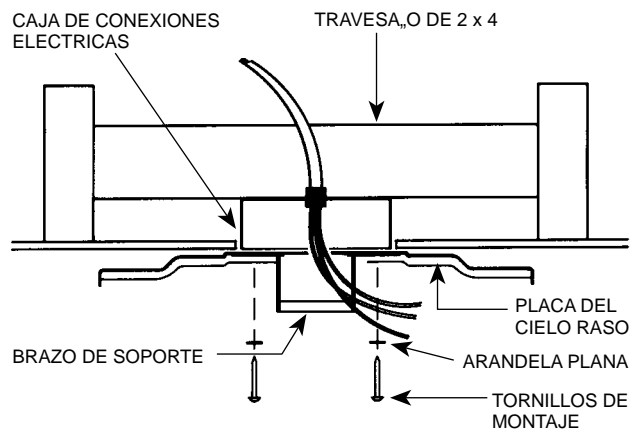

FIGURA 6
B. Pase los alambres a través de la abertura en la parte superior de la placa del cielo raso y a través del agujero en el lado del brazo de montaje. Vea la Figura 6.
Use las dos ranuras centrales para instalar la placa al travesaño de 2 x 4 que soporta la caja de conexiones. Use dos tornillos #10 para madera de 3" (7,5 cm) de largo y 2 arandelas planas para el montaje. Taladre 2 agujeros para los tornillos de montaje de 9/64" de diámetro. Vea la Figura 6.